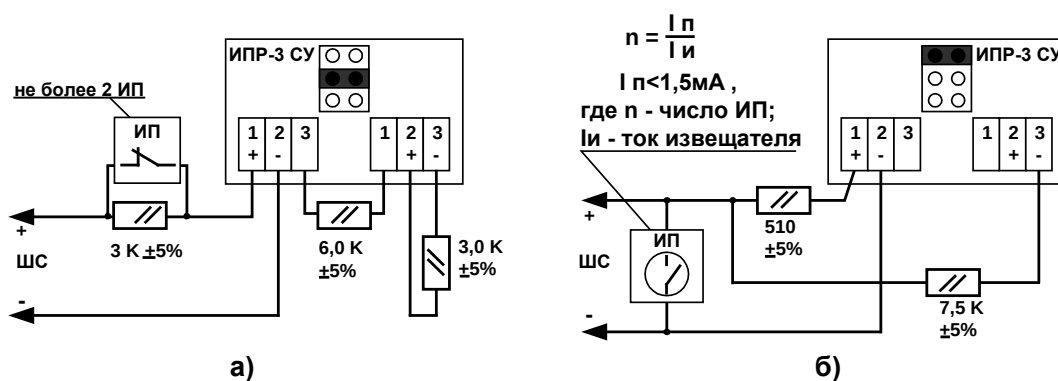

Рис. 10 Пожарный ШС с включением ручного ИП типа ИПР-3 СУ
- от ручного пожарного извещателя типа ИПР-3 СУ по схеме подключения ИП с нормально-замкнутыми контактами (см. Рис. 10, а) и по схеме подключения ИП с нормально-разомкнутыми контактами (см. Рис. 10, б).